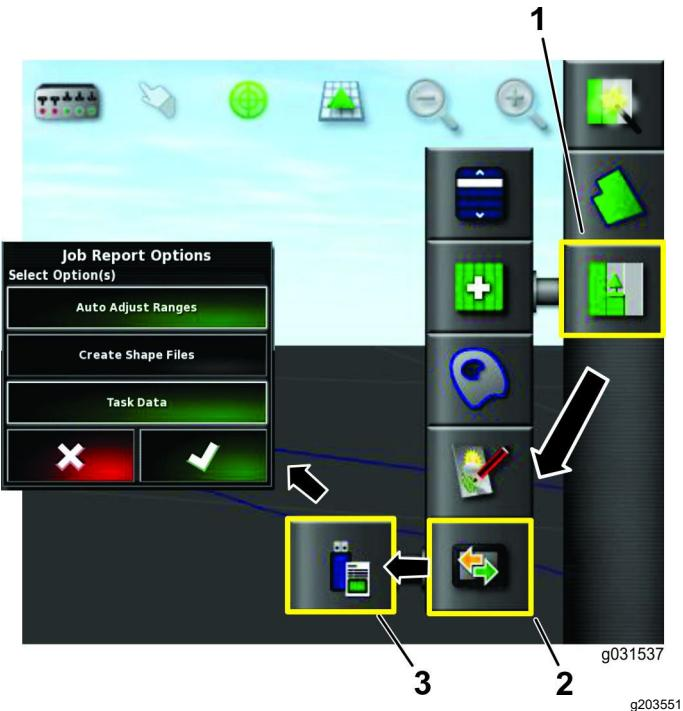

図 89
3. 作業メニューアイコンを押す図 89。
4. データ交換アイコンを押す図 89。
5. 「作業レポートエクスポート」アイコンを選択する図 89。